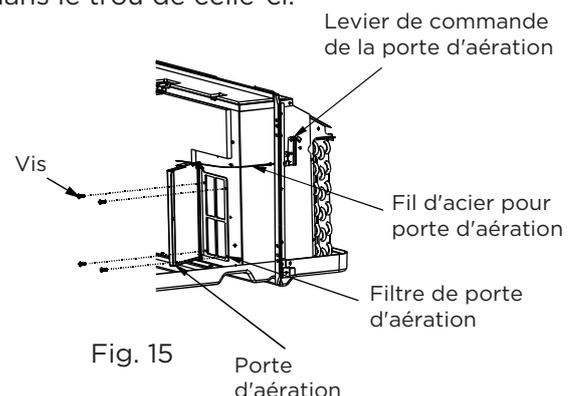

Fig. 15
- Tournez le levier de commande d'aération pour ouvrir la porte d'aération. (Voir. Fig. 15)
- Retirez les quatre vis du filtre de la porte d'aération. (Voir. Fig. 15)
- Retirez d'abord le fil d'acier de la porte d'aération du trou de la porte d'aération, puis retirez celle-ci et le filtre. (Voir. Fig. 15)